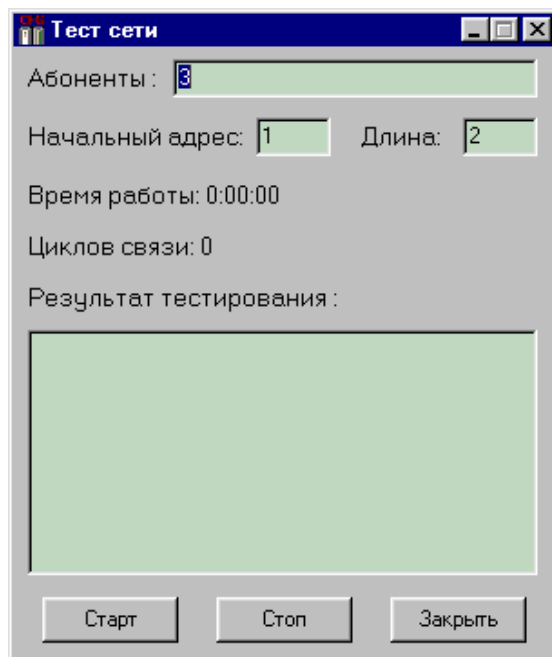

Рис.4.14. Окно теста сети
- 4.6.1. Откройте окно теста информационной сети. Для этого нажмите клавишу "Тест сети" в основном окне программы. На экране монитора должно появиться окно теста сети, рис.4.14.